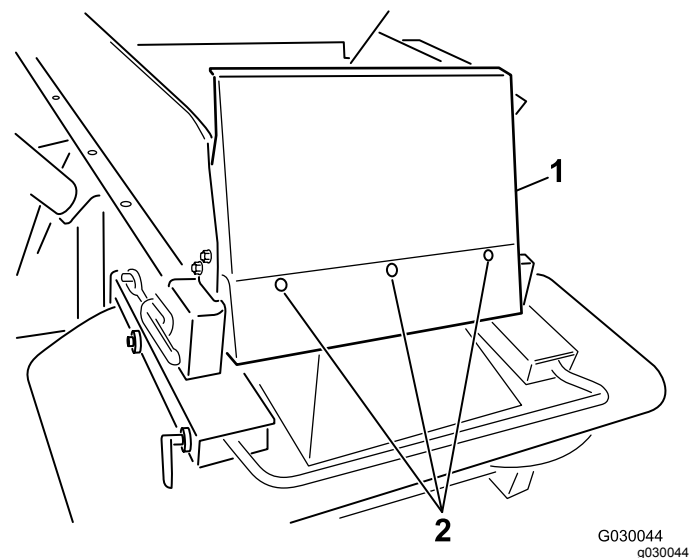

Figura 7
6. Instale el protector de la tolva usando los pernos de cabeza de botón (1/4" x 5/8") y las contratueras de nylon suministrados (Figura 7).